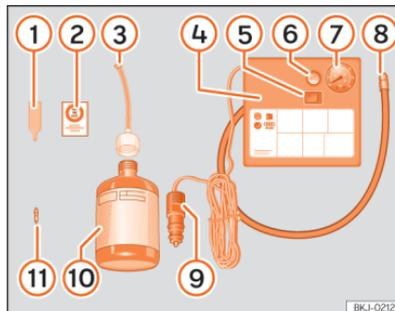

Fig. 251 Representação standard: conteúdo do kit antifuros.
O kit antifuros está localizado na bagageira, por baixo do revestimento do piso. Inclui os seguintes componentes »» **Fig. 251**:
- Desenrosque a proteçao e o obus da válvula do pneu. Utilize o aparelho »» **Fig. 251 1** para retirar o obus. Coloque-o numa superfície limpa.
- Agite com força a garrafa de vedante de pneus »» **Fig. 251 10**.
- Enrosque o tubo de enchimento »» Fig. 251 ③ na garrafa de vedante. O selo da garrafa partir-se-á automaticamente.
- Remova o tampão do tubo de enchimento »» Fig. 251 ④ e enrosque a extremidade aberta do tubo na válvula do pneu.
- Volte a colocar o obus com o aparelho »» Fig. 251 ① na válvula do pneu.
- Enrosque o tubo de enchimento do pneu do compressor »» Fig. 251 ⑧ na válvula do pneu.
- Verifique se o parafuso de evacuação de ar está fechado »» Fig. 251 ⑥.
- Ligue o conector »» Fig. 251 ⑨ a uma tomada de corrente de 12 volts do veículo »» Página 266.
- Ligue o compressor de ar com o interruptor ON/OFF »» Fig. 251 ⑤.
- Cole o autocolante »» Fig. 251 ② no painel de instrumentos, dentro do campo visual do condutor.
Volte a enrosçar o tubo de enchimento »» Fig. 251 ⑧ e verifique a pressão no manómetro ⑦.